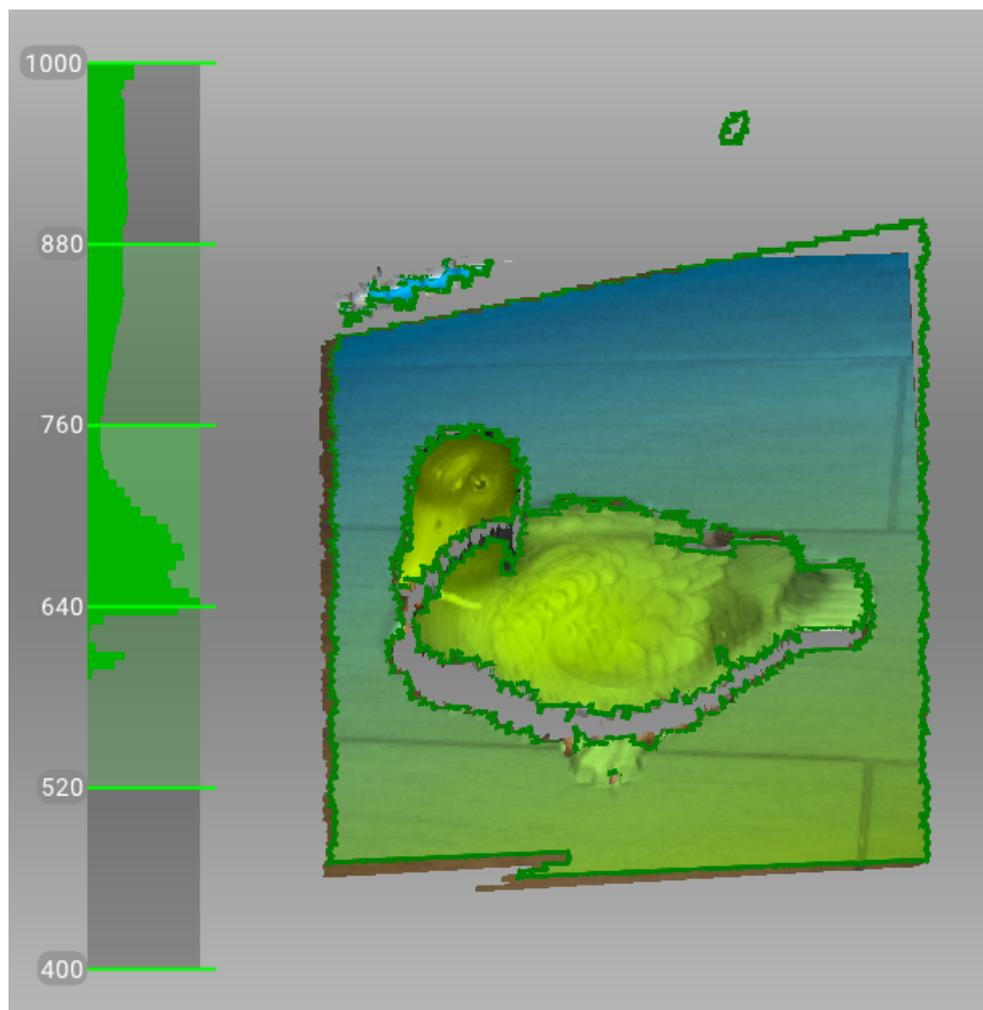

Abbildung 28: Entfernungsmesser und Entfernung-Einfärbung zeigen Flächen im optimalen Entfernungsbereich zum Artec Spider an.
- Versuchen, den Scanner so zu positionieren, dass die meisten Flächen im Sichtfeld grün erscheinen, entsprechend der Mitte des Entfernungsmesser-Bereichs1 (Abb. 28)
1 Aus technischer Sicht entspricht das Zentrum des Entfernungsmessers dem Zentrum des Sichtfeldes. Der optimale Abstand zwischen Scanner und Zielobjekt richtet sich nach der Lage der Nah- und Fernebene des 3D-Scanners (siehe Abb. 2). Mit dem *Entfernungsmesser* bietet Artec Studio ein Feature zur einfachen Visualisierung des Abstandes zwischen Scanner und Objekt während der Aufnahme. Der *Entfernungsmesser* beinhaltet einen Satz halbtransparenter Diagramme auf der linken Seite des Fensters *3D-Ansicht* (siehe Abb. 28). Jedes Diagramm stellt die Verteilung der aufgenommenen Flächenpunkte in Abhängigkeit vom Scanner-Abstand dar. Die Farbe entspricht dem Satz von Flächen, aus dem sie stammen: Standardmäßig zeigt Grau registrierte Schlüssel-Frames an, Dunkelgrün den letzten erfolgreich registrierten Frame, und Rot weist auf einen Registrierungsfehler hin.